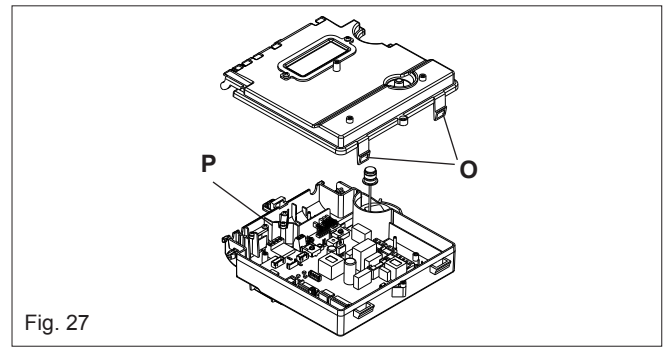

Fig. 27
6.11 PRINTED CIRCUIT BOARD (fig. 27)